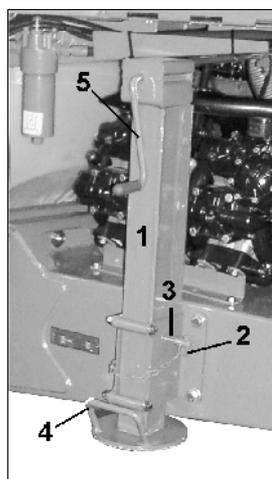

Fig. 41
- Béquille relevée pendant le travail ou le déplacement (Fig. 41).
1. Desserrez la goupille d'arrêt (Fig. 41/2).
2. Sortez l'axe (Fig. 41/3).
3. Descendez/relevez la béquille en utilisant la poignée (Fig. 41/4).
5. Continuez à descendre/relever la béquille en utilisant la manivelle (Fig. 41/5).